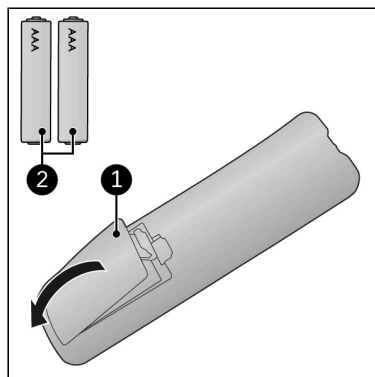

Figure 16.
1. Retirez le couvercle (Figure 16, pos. 1).
3. Insérez deux piles (AAA 1,5 V) (Figure 16, pos. 2) comme indiqué dans le compartiment. Veillez à insérer les piles correctement.